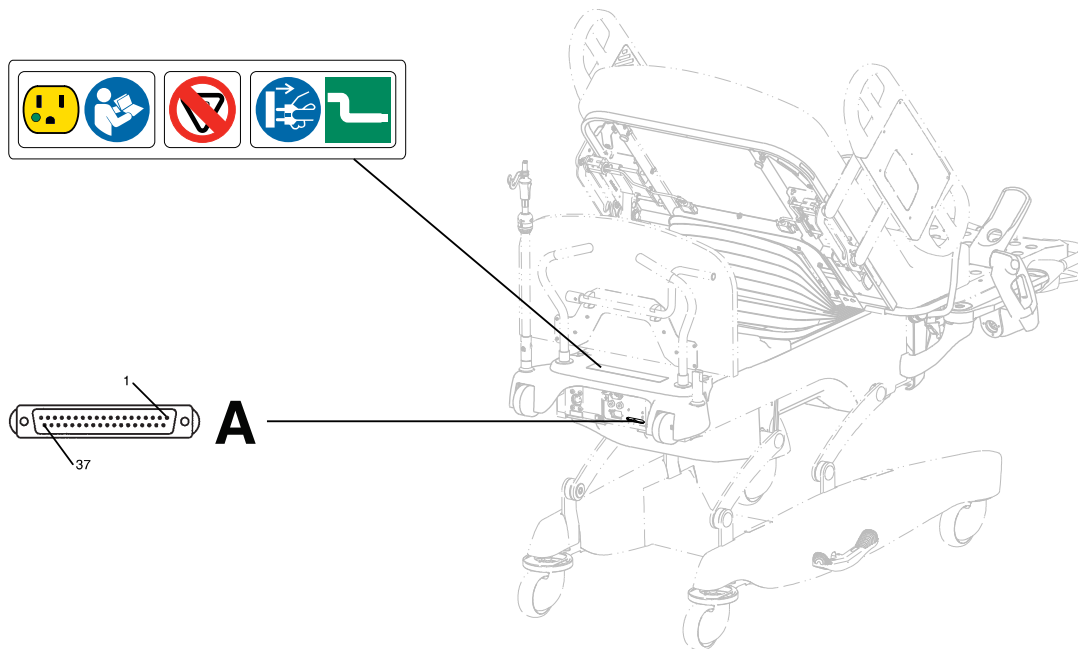

Figura 3-4: Llamada a la enfermera y conector de 37 patillas
1. Enchufe el cable de comunicación al conector de 37 patillas de la estructura de la mesa del producto (A) (Figura 3-4 de la página 3-13) y a la conexión aplicable (estación de la paciente, panel de conexiones o estación de carga).
Nota: Conecte el conector de 37 patillas únicamente a la configuración de la toma de corriente del panel de conexiones (A) (Figura 3-4 de la página 3-13) o al probador de comunicaciones del producto (vendido por separado).